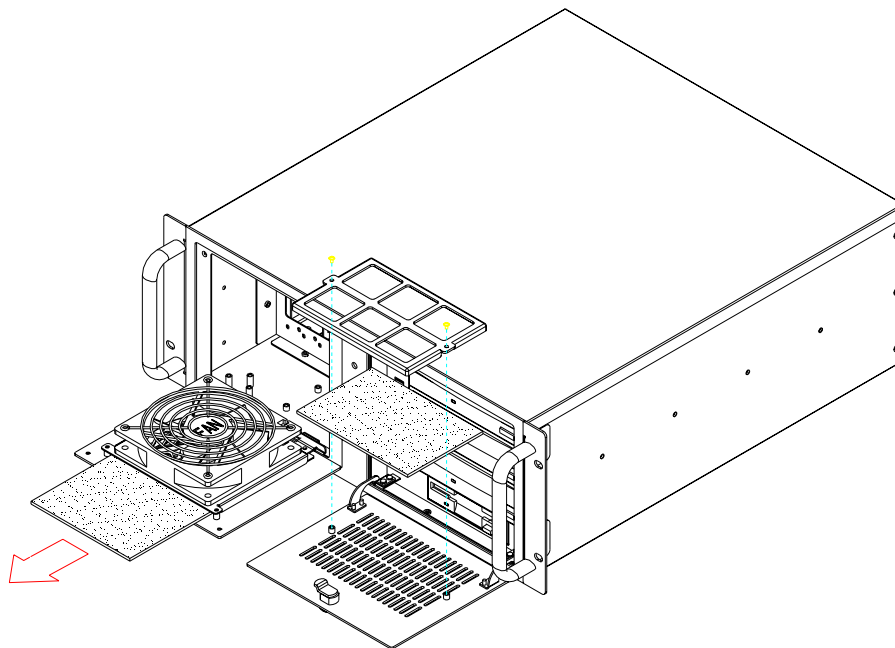

图 3.9：更换 IPC-610-L/IPC-611 的过滤器
2. 卸下螺丝，取出面板后部的风扇过滤器。将风扇过滤器从支架上取出。（如图 3.9 所示）